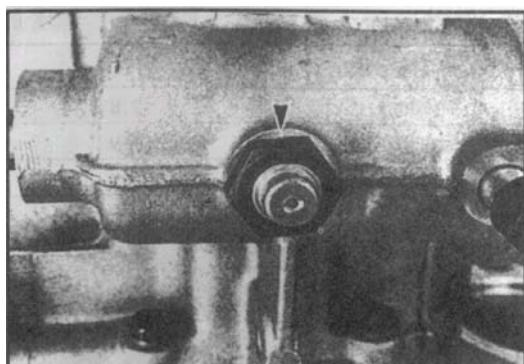

图 4-42 安装变速器 (十一)
(11) 旋入换档定位座总成, 并用 $40N \cdot m$ 的力矩拧紧, 如图 4-42 所示。